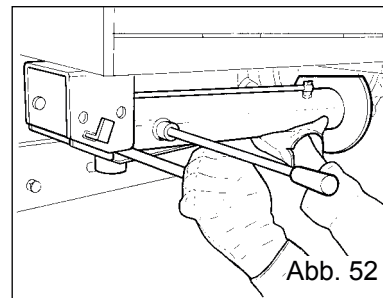

Abb. 52
- Stützen Sie den Fuß horizontal und positionieren Sie den Sperrstecker wieder. Setzen Sie den Griff in die entsprechende Vertiefung, um zufälliges Ausfädeln zu vermeiden (Abb. 52).